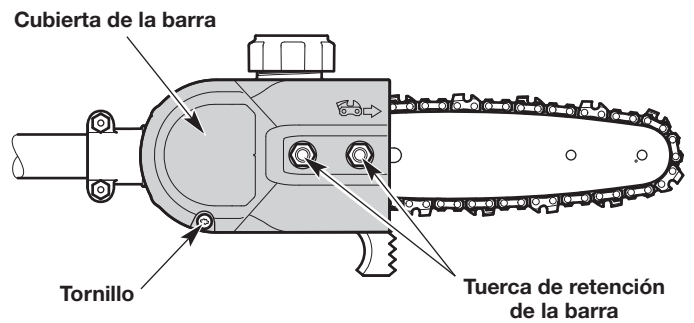

Fig. 11
1. Extraiga el tornillo y dos (2) tuercas de retención de la barra (1/2 pulgada) (Fig. 11).
2. Extraiga la cubierta de la barra (Fig. 11).
1. Afloje las tuercas de retención de la barra, pero no las quite (Fig. 11).